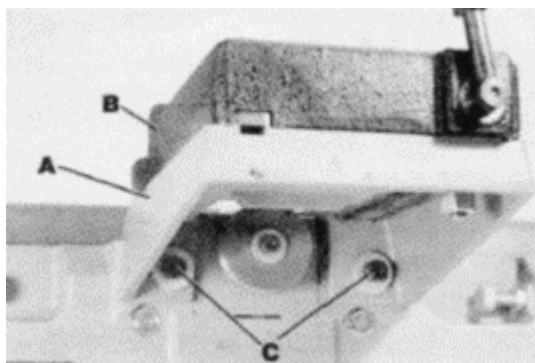

Рис. 6 Каретка ограждения
1. Соберите каретку ограждения (А), Рис. 6, и салазки ограждения (В) на основании фуговального станка, используя два винта с углублением под ключ 1 - 3 / 16" и шайбы (С).